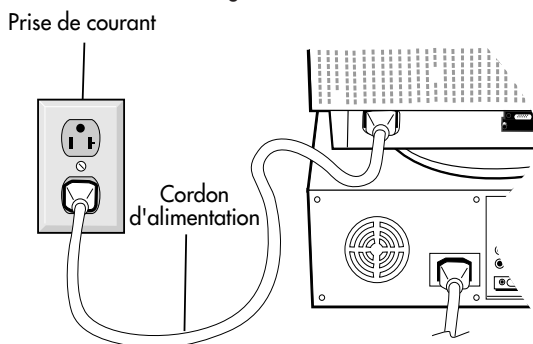

Figure C.1
5. Connecter une extrémité du cordon d'alimentation au moniteur MultiSync de série A et l'autre extrémité à la prise de courant (Figure C.1).